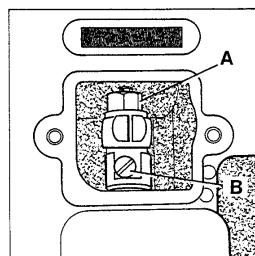

Fig.12
To change the stitch length, remove the cover plate located below the serial number of the machine. Loosen lock nut (A, Fig. 12) and turn stitch length adjusting screw (B) clockwise to shorten stitch or counterclockwise to lengthen it. After adjustment, retighten lock nut (A) and replace the cover plate.
Zum Verändern der Stichlänge entfernen Sie den Deckel unter der Seriennummer der Maschine. Lösen Sie die Mutter (A, Fig. 12) und drehen die Stichlängensstellschraube (B) im Uhrzeigersinn, um den Stich zu verkürzen oder im Gegenuhrzeigersinn, um ihn zu verlängern. Ziehen Sie die Mutter (A) nach dieser Einstellung wieder an und schrauben den Deckel wieder auf.